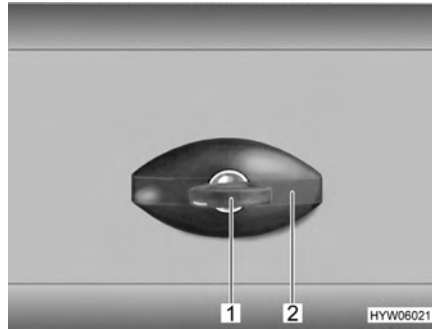

Fig. 34 Serratura dello sportello, ellittico, chiuso
- Inserire la chiave nel cilindro della serratura (Fig. 34,1) e ruotare in senso antiorario di un quarto di giro. La maniglia della serratura (Fig. 34,2) scatta all'infuori.